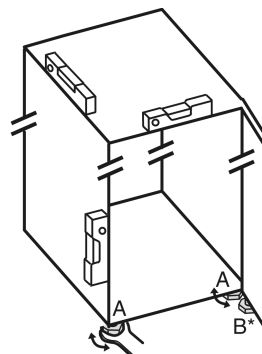

Fig. 24
- Dévisser les pieds réglables *Fig. 24 (A)* avec la clé plate fournie et utiliser un niveau à bulle pour vérifier que l'appareil est bien plan.
- Dévisser le pied réglable *Fig. 24 (B)* du support de palier avec la clé plate fournie jusqu'à ce qu'il touche le sol.
- Tourner le pied réglable *Fig. 24 (B)* de 90° supplémentaires.